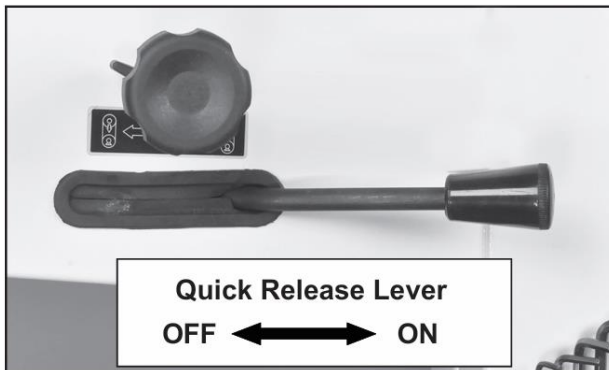

Рис. 20
2. Ослабьте натяжение лезвия, переместив рычаг быстрого снятия справа налево. Рис. 20.
7. Снова натяните новое пильное полотно, переведя быстроразъемный рычаг обратно в положение ВКЛ., рис. 20, и проверьте правильность перемещения пильного полотна. Пильное полотно должно проходить по центру колес.